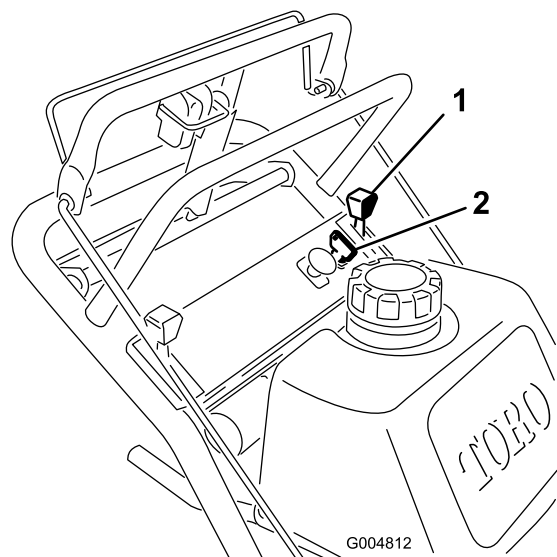

Figura 8
1. Portate la leva dell'acceleratore in posizione **Slow** (Figura 8).
3. Portate la chiave di accensione in posizione **Off** (Figura 8).